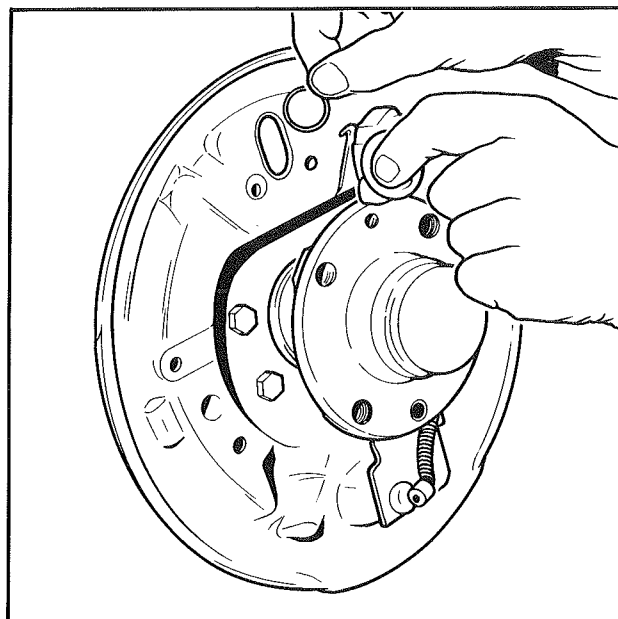

Fig. 2
- Déposer le cylindre de roue (fig. 2) et le joint d'étanchéité pour les modèles qui en sont équipés.